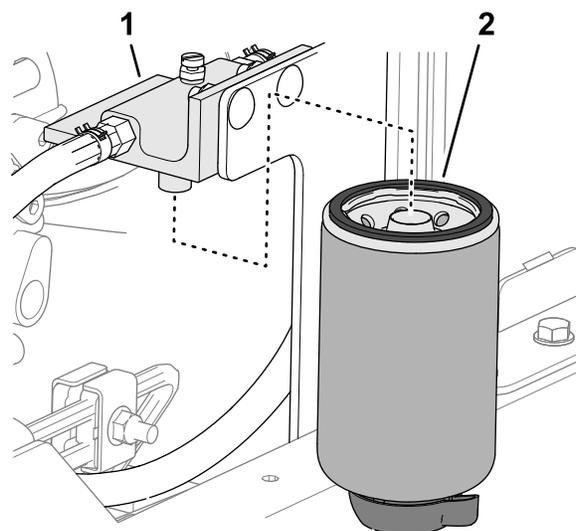

Figure 82
2. Nettoyez la tête et la cartouche du filtre (Figure 82).